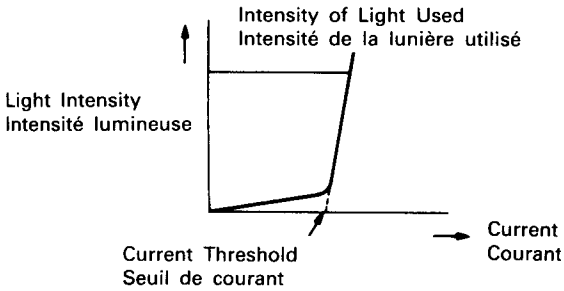

Fig. 12
16. Things to Keep In Mind During Servicing (Fig. 12)
Furthermore, the Current-Light Intensity Characteristic once a certain amperage threshold is exceeded, rises sharply (as can be seen in Fig. 12). This current threshold is slightly different for each laser unit. Consequently, during operations such as the replacement of the Unit Mechanism Assembly, when setting the intensity of the laser be sure to turn the Semi-variable Resistor R905 as far to the right as it will go to set it off once, and then raise the current to the level which is specified.
16. Points importants lors de l'entretien (Fig. 12)
De plus, les caractéristiques d'intensité courant-lumière augmentent considérablement, une fois un certain seuil d'ampérage atteint (comme indiqué sur la Fig. 12). Ce seuil de courant varie légèrement selon l'unité laser. En conséquence, lors d'opérations telles que le remplacement de l'ensemble du mécanisme d'unité, au moment du réglage de l'intensité du laser, bien veiller à tourner la résistance semivariable R905 à fond à droite, puis augmenter le courant au niveau spécifié.